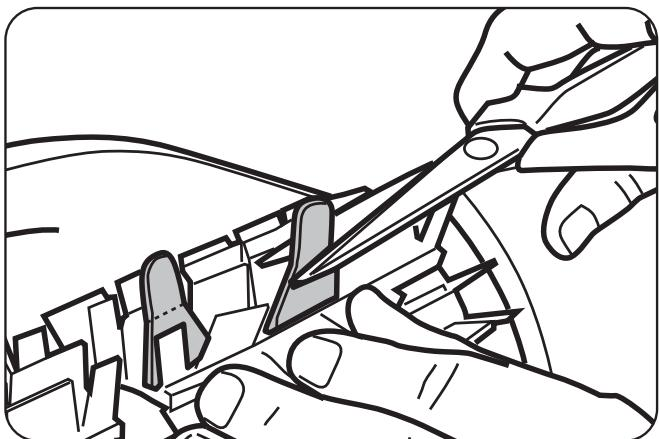

Figure 22. Couper les pattes
4. Utiliser des ciseaux pour couper les pattes de sorte qu'elles ne sont plus hautes que les brins (Figure 22).